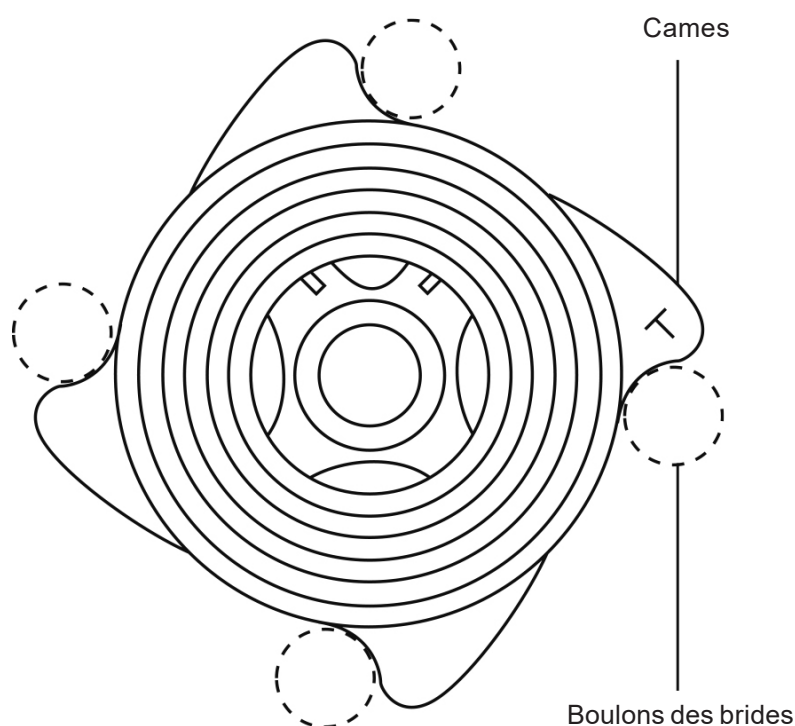

Fig. 3
- 3.4** Les clapets peuvent uniquement être installés où des brides 'weld neck' sont utilisées. Les autres types de brides peuvent altérer le fonctionnement. Tourner le corps du clapet pour s'assurer que les cames sont en contact avec les boulons des brides (voir Fig. 3).